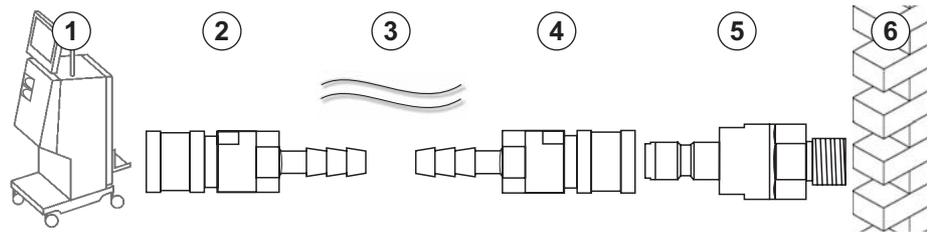
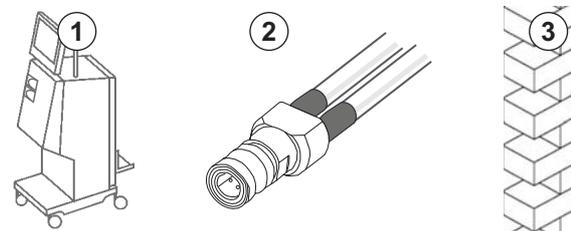

Fig. 4-4 Opción 1: conexiones Aquaboss de entrada de agua
Fig. 4-5 Opción 2: conexión Aquaboss de entrada de agua para anillo de distribución
- Opción 1: 2 conexiones hembra para tubos (Fig. 4-4 , ② , ④), diámetro interior de tubo flexible 9 mm, material 1.4571 EPDM
- Opción 1: 1 boquilla de cierre macho ⑤ , material 1.4571 EPDM
- Opción 2 (disponible tubo en anillo): tubos en anillo secundario libre de espacios muertos con adaptador en P-Y doble (Fig. 4-5 , ②)
Opción 2: se utiliza un tubo en anillo. Los tubos que salen y entran a la pared están fijados en acoplamiento hembra (Fig. 4-5 , ②).
1. Conectar el acoplamiento hembra ② directamente al equipo.